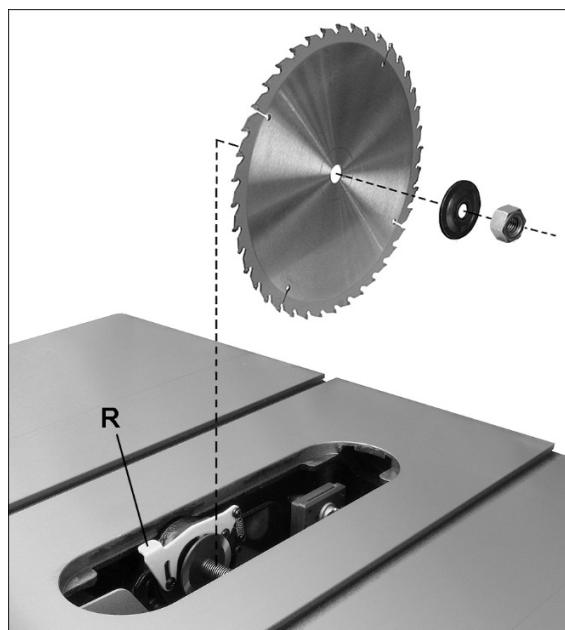

Рис. 6-9: Установка пильного диска
См. Рис. 6-9.
6. Нажмите и удерживайте рычаг (R, Рис. 6-9), проворачивая при этом пильный диск, пока фиксатор оправки не войдет в зацепление. Затяните гайку по часовой стрелке с помощью поставляемого в комплекте гаечного ключа. Не перетягивайте гайку.